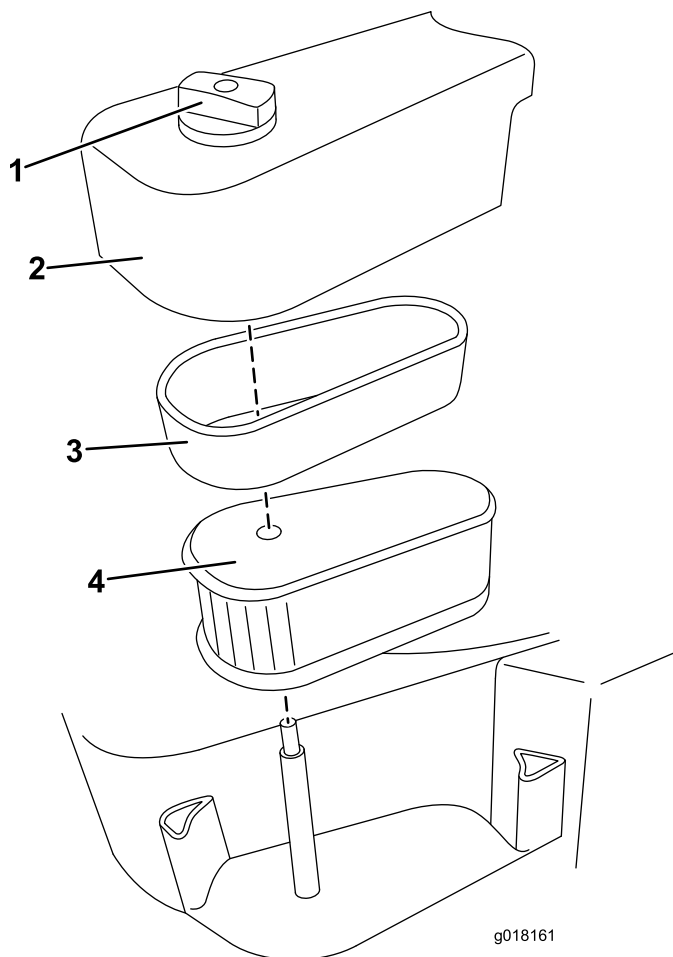

Bild 16
2. Lösen Sie das Handrad, mit dem die Luftfilterabdeckung befestigt ist (**Bild 16**).
- Nehmen Sie den Schaumfilter und den Einsatz vorsichtig zusammen heraus, trennen Sie dann den Schaumfilter vom Einsatz (Bild 16).
- Setzen Sie die Abdeckung auf (Bild 16).